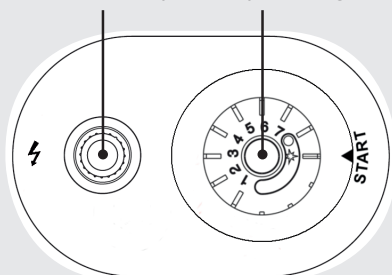

Abb. 5: Bedienfeld
2. Drehen Sie den **Temperaturregler** im Uhrzeigersinn bis zur Position **START** ★ (siehe Abb. 5)